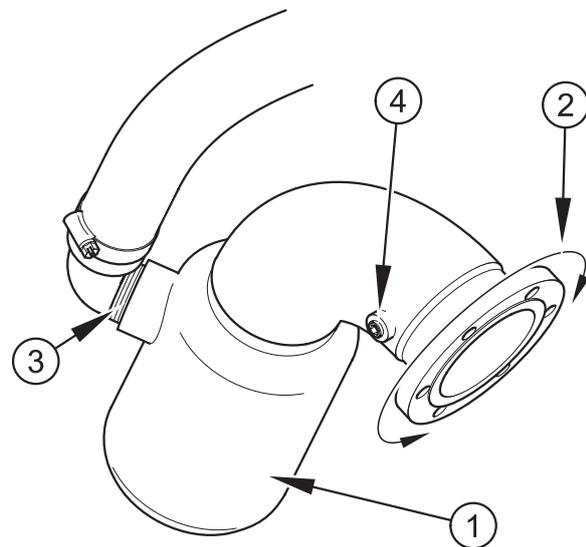

Abbildung 21
Abbildung 21 zeigt einen typischen Auspuffkrümmer (1) mit Wassereinspritzung (3). Der Krümmer kann gedreht werden (2), um die optimale Position einzustellen.